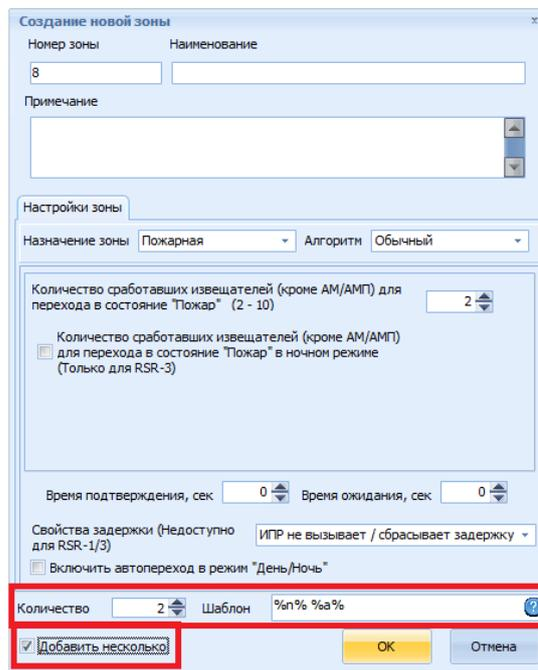

Рисунок 7.4 – Окно «Создание новой пожарной зоны»
2) В открывшемся окне «Создание новой зоны» заполнить предложенные поля (рисунок 7.4). Номер зоны, формируется автоматически, обозначаясь очередным номером по списку. Номера зон должны быть уникальными. В поле Наименование следует ввести наименование вновь добавляемой зоны. При записи наименования зоны в прибор оно будет ограничено 20-ю первыми символами. В поле Примечание можно привести поясняющие комментарии относительно добавляемой зоны. Примечание отображается в виде подсказки оператору «ОЗ».
1) **Пожарная зона.** В случае пожарной зоны необходимо задать алгоритм (рисунок 7.4). Алгоритм – реакция на срабатывание извещателей в приборе, которую можно настроить позонно. Доступны 4 алгоритма конфигурации реакции зоны.